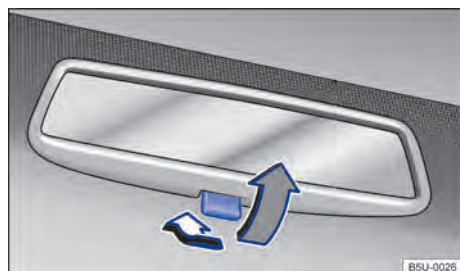

Fig. 71 En el parabrisas: espejo retrovisor interior antideslumbrante manual.
- Posición de noche: tirar de la palanca → **fig. 71** (flecha gris), para evitar el deslumbramiento de los faros de los vehículos que circulan detrás.